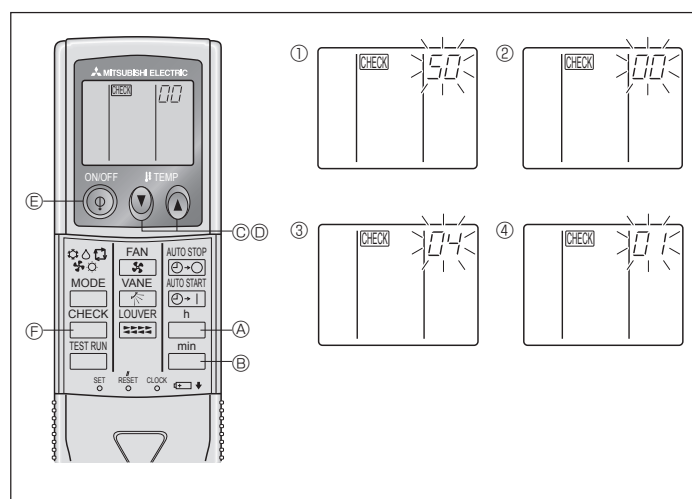

Fig. 6-10
- ⑧ Нажмите кнопку MODE **E**, и режим и номер установки (I) и (II) переключатся в состояние постоянного отображения на дисплее, что позволит подтвердить содержание настройки.
- ⑨ Одновременно нажмите кнопку **A** FILTER (ФИЛЬТР) и кнопку **B** TEST RUN (ПРОБНЫЙ ПРОГОН) и удерживайте их в течение приблизительно двух секунд. Через несколько секунд исчезнет индикация выбора функций, и на дисплее загорится индикация OFF (ВЫКЛ.) кондиционера воздуха.
2) Для беспроводного пульта дистанционного управления (Fig. 6-10)